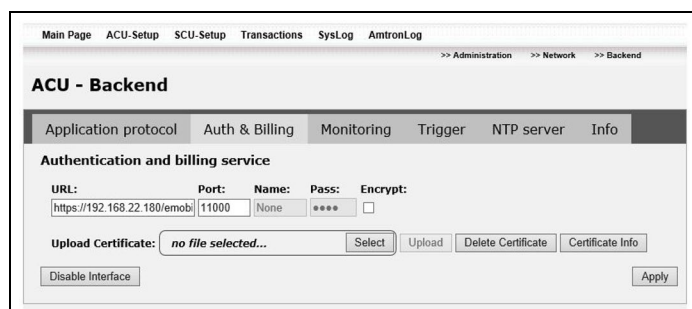

Fig. 6: disattivazione dell'interfaccia per l'autorizzazione (Auth & Billing)
2. Disattivare l'interfaccia per l'autorizzazione tramite il pulsante "Disable interface" (vedi Fig. 6).